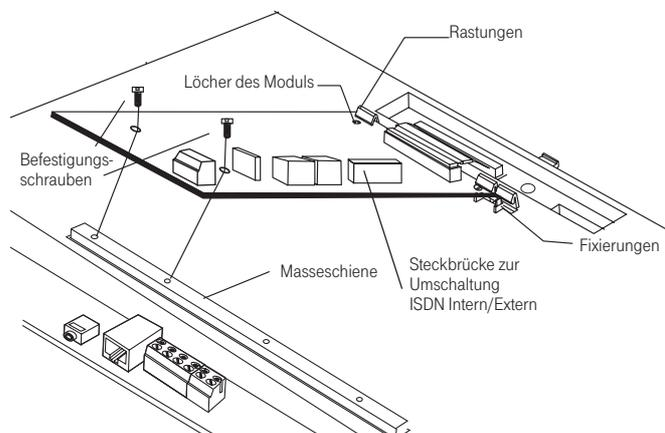

Bild 35: Befestigen des Moduls
- Drücken Sie das Modul in die Rastungen ein (Bild 35). Beachten Sie, dass die Fixierungen in die Löcher des Moduls passen.